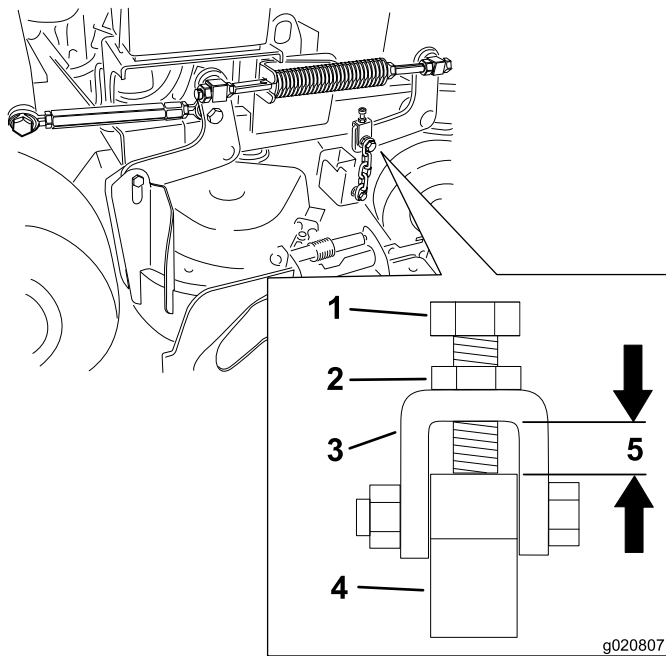

図 83
注 この適正距離は 図 83 に示すように 11mm であることが必要。
12. 図 83 に示す正しい距離になるように、ジャムナットをゆるめて調整ボルトで調整を行う。